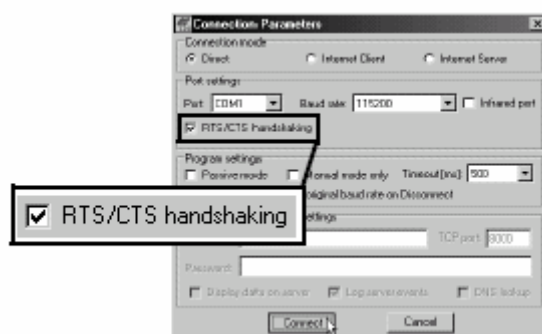

Figura 4-7. Parámetros de conexión. Sincronización RTS/CTS
- En la caja de diálogo **Connection Parameters**, marque la casilla **Sincronización RTS/CTS** (Figura 4-7).